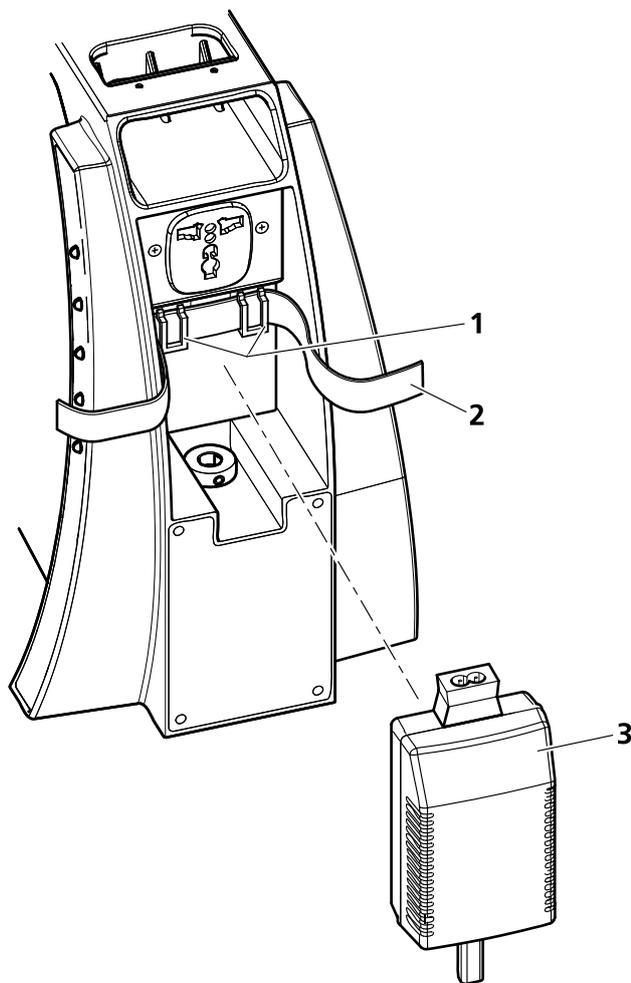
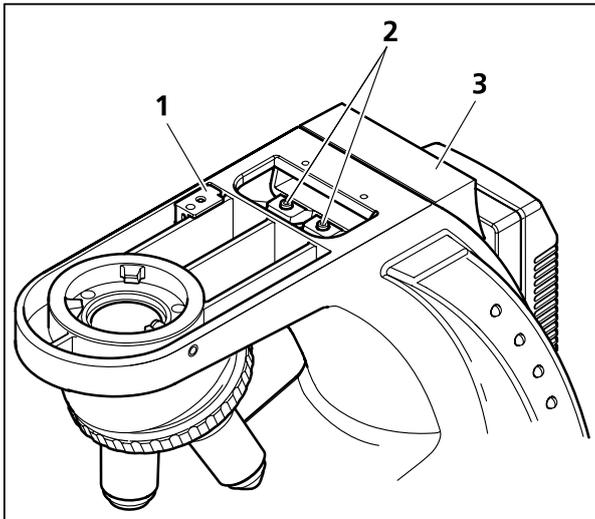

图 6 在座架后侧固定插头式电源转换器和 IEC-转换接头
图 7 安装磁场传感器和运输把手
- 通过搭扣（图 6/1）舌片拉紧粘扣带（图 6/2）。
- 将搭扣（图 6/1）与左上方或右上方的粘扣带一起沾接在座架后面的空凹处。
- 放入插头式电源转换器（图 6/3），并扣合粘扣带。
- 将用于联锁系统的磁场传感器（图 7/1）装入座架后侧横臂的顶端，并拧紧。
- 运输用把手（图 6 将运输用把手（图 7/3）从后面推入座架，并用两个螺钉（图 7/2）螺旋紧固。